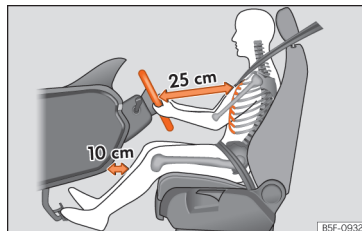

Рис. 17 Належна відстань між водієм і кермом (найменше 25 см).
- Відрегулюйте положення керма так, щоб відстань до нього була щонайменше 25 см »» **рис. 17.** Водночас ви повинні мати змогу тримати кермо по краях злегка зігнутими в ліктях руками.